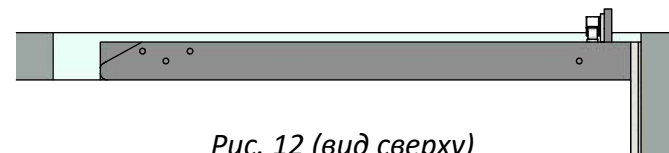

Рис. 12 (вид сверху)
- 2) Расположите люк в глубину проёма так, чтобы он был в одной плоскости с подготовленной стеной под клей и плитку (Рис.12).